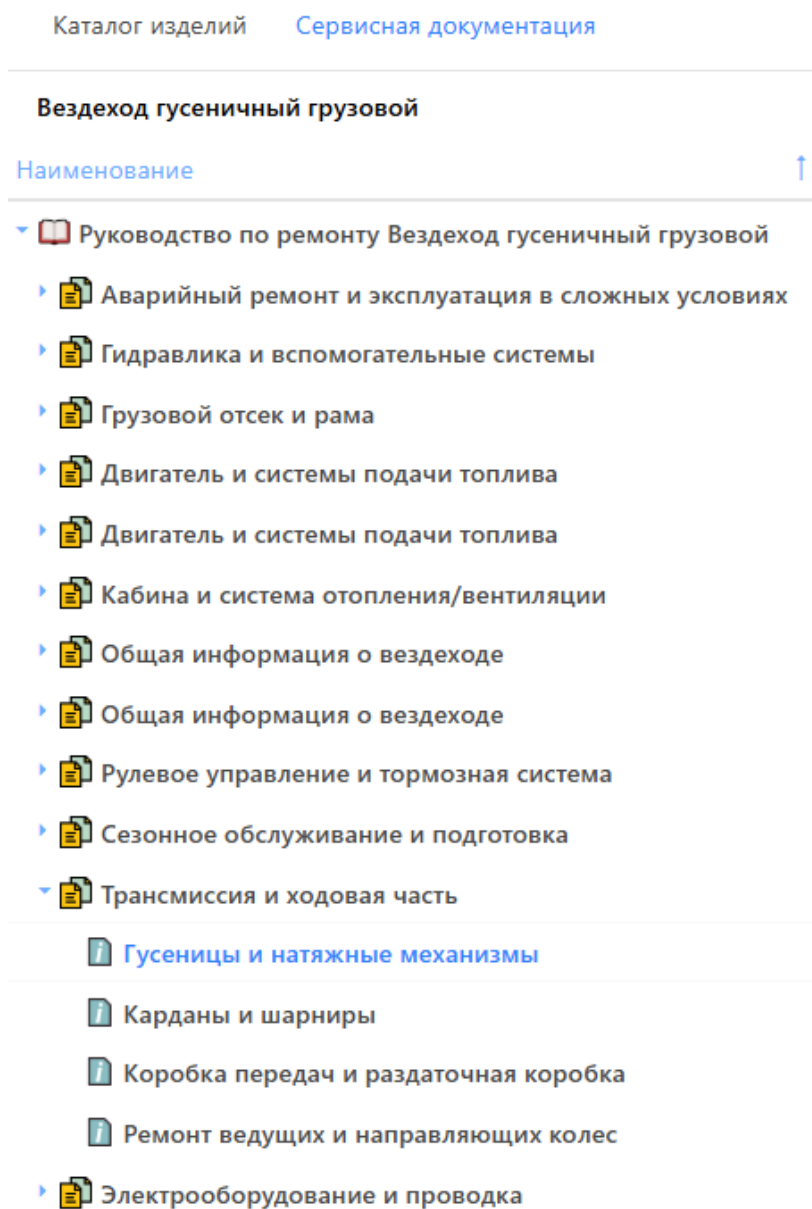

Рисунок 38
- в дереве конструктивных групп и подгрупп выбрать объект (Рисунок 38)